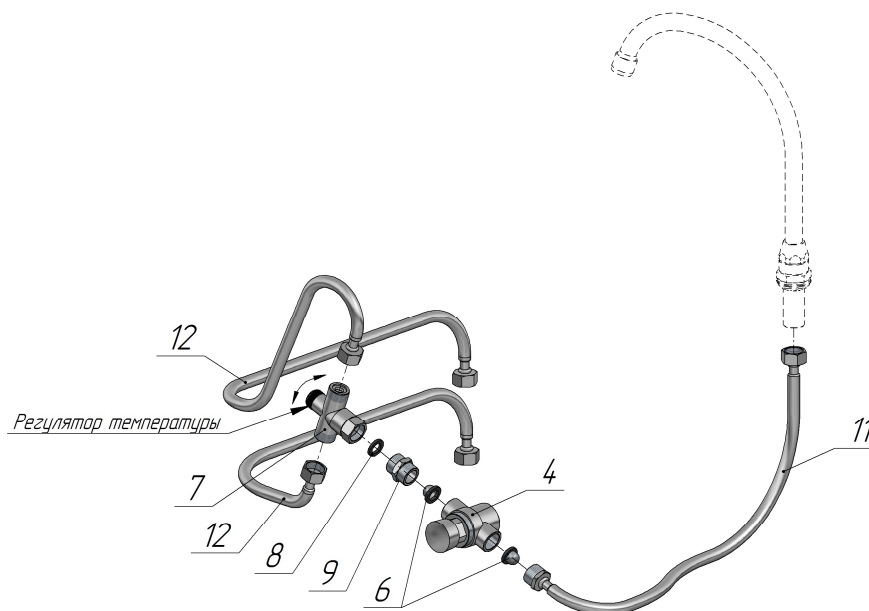

Рис. 1 – Схема подключения гибкой подводки и предварительного смесителя к кнопке-таймеру
- 7.2 Подключить гибкую подводку (поз.12), предварительный смеситель (поз.7) и гибкую подводку (поз.11) к кнопке-таймеру (поз.4), согласно рис.1.
- 7.12 Перед использованием раковины отрегулировать температуру подаваемой воды при помощи регулятора температуры, см. рис. 1.